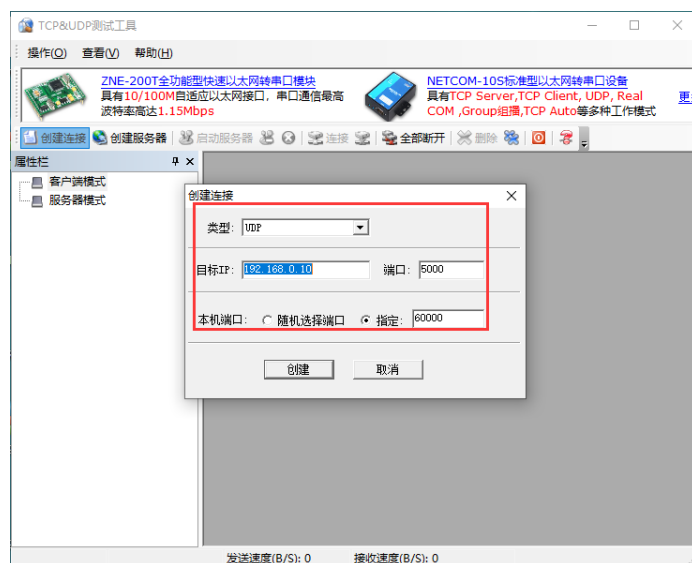

图 9-8 UDP 模式设置
(2) 将电脑 IP 设置为 192.168.0.1，打开“TCP&UDP 测试工具”，创建连接，模式选择 UDP，其他参数设置如图 9-8 所示。